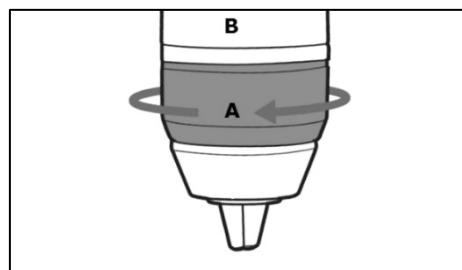

Рисунок 9.
Убедитесь, что сверло отцентрировано в зажимном патроне. Удерживая патрон за неподвижное основание (B) (рис. 9), вращайте зажимное кольцо патрона (A) по часовой стрелке для фиксации сверла или против для ослабления зажима.